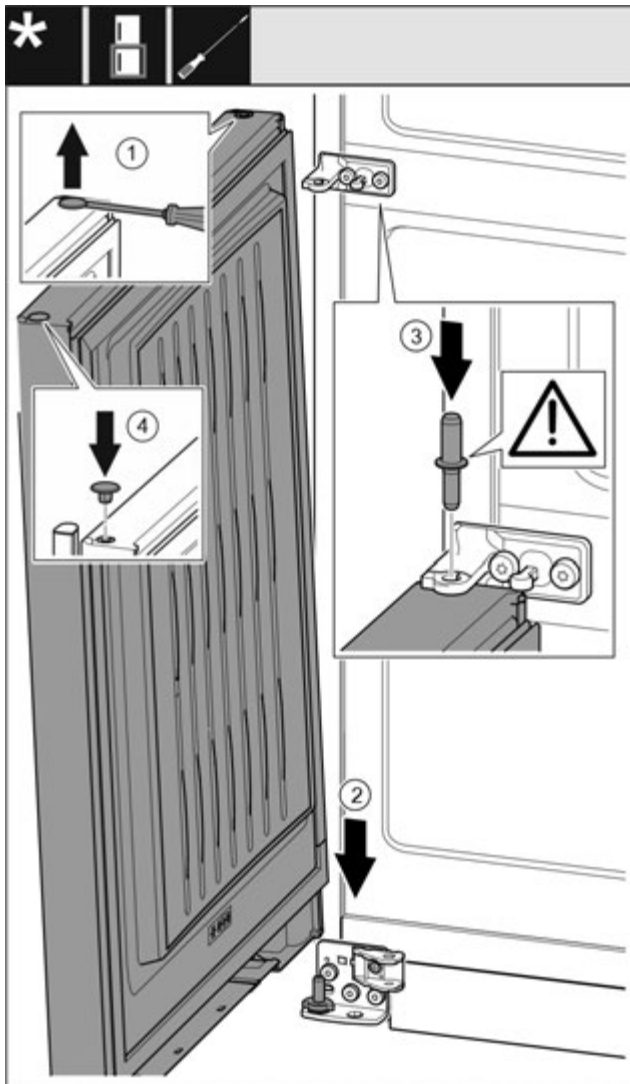

Fig. 41
- ▶ За допомогою шліцевої викрутки обережно підніміть пробку та витягніть її. Fig. 41 (1)
- ▶ Встановіть дверцят зверху на нижній опорний гвинт. Fig. 41 (2)
- ▶ Середній опорний гвинт встановіть в нижні дверцят через середній опорний кронштейн. При цьому виступ фіксатора повинен бути спрямований назад. Fig. 41 (3)
- ▶ Знову вставте пробку з іншого боку дверцят. Fig. 41 (4)